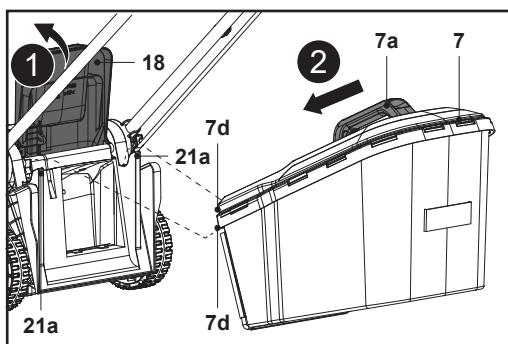

Fig. 7
- Ouvrir le déflecteur arrière (18) et le maintenir ouvert (Fig. 7, étape 1).
- Transporter le bac de ramassage (7) par sa poignée de transport (7a).
- Aligner les deux crochets du bac de ramassage (7d) sur les encoches (21a) et y accrocher le bac de ramassage (7) (Fig. 7, étape 2).
- Relâcher ensuite avec précaution le déflecteur arrière (18).